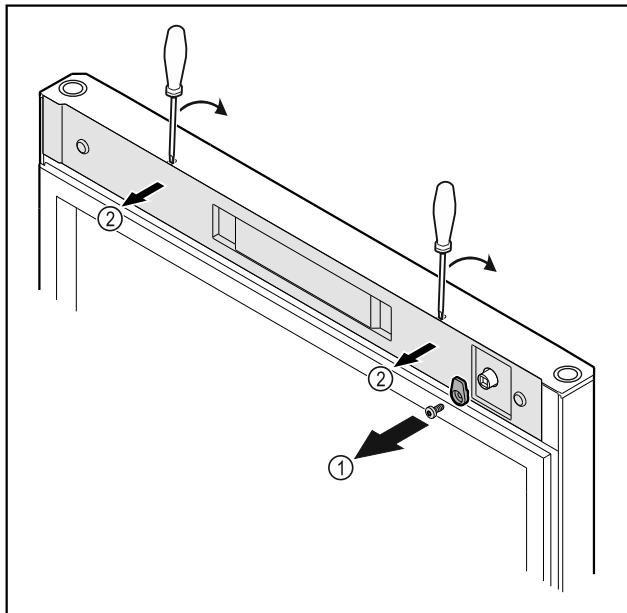

Fig. 52
- Noskrūvējiet slēgšanas āki Fig. 52 (1).
- Atbrīvojet un noņemiet pārsegu Fig. 52 (2) ar mazu skrūvgriezi.